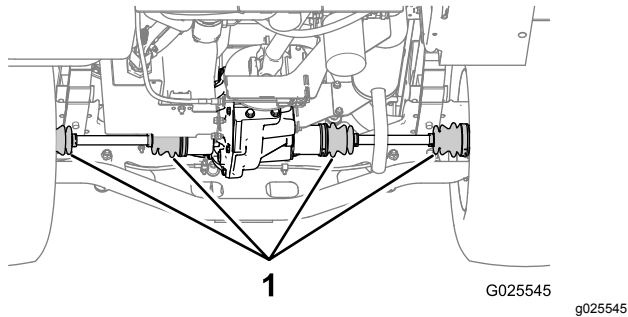

Figura 74
2. Compruebe las juntas homocinéticas de los ejes traseros en busca de daños o fugas de lubricante (Figura 74).